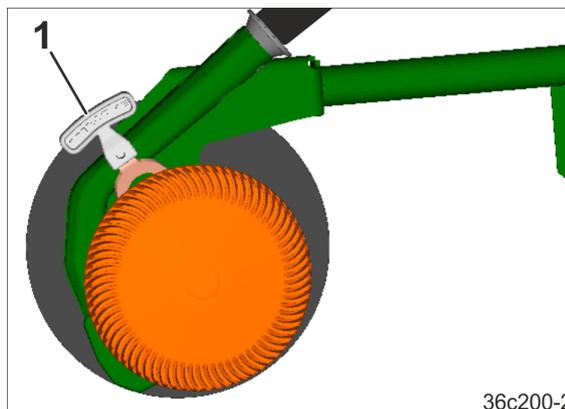

Рис. 179
2. Вставьте выступ дискового/роликового ограничителя глубины в необходимое отверстие. Ручка (Рис. 179/1) предназначена для задействования дискового/роликового ограничителя глубины.